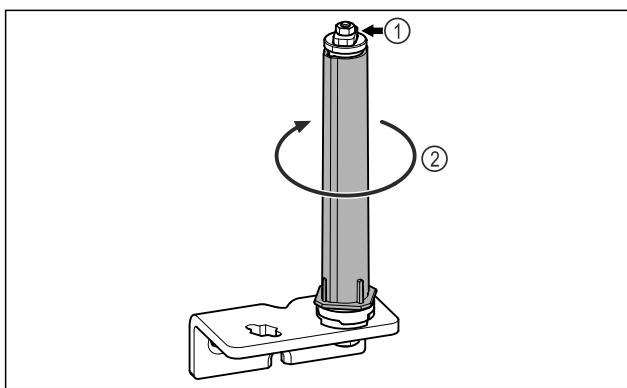

Fig. 21
► Не разбирайте систему закрытия двери Fig. 21 (1).
► Поворачивайте систему закрытия Fig. 21 (2) до щелчка.